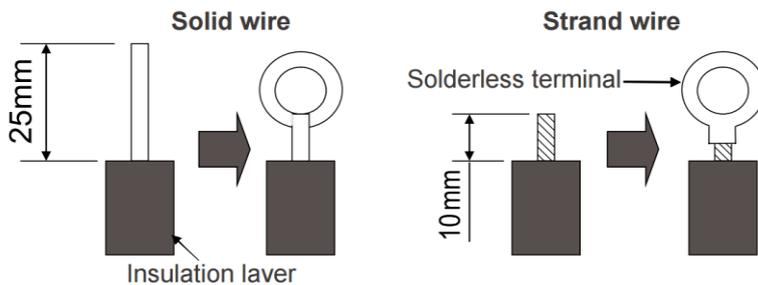

Fig.13
(2). Per il cablaggio a trefoli (Fig.13)